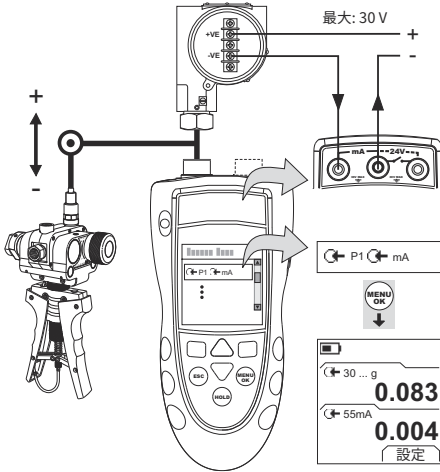

図 5: 構成例 - 外部ループ電源を使用したトランスミッタ校正
- 本計器を接続し(図5または図6)、必要に応じてセットアップ(表1)を調整します。